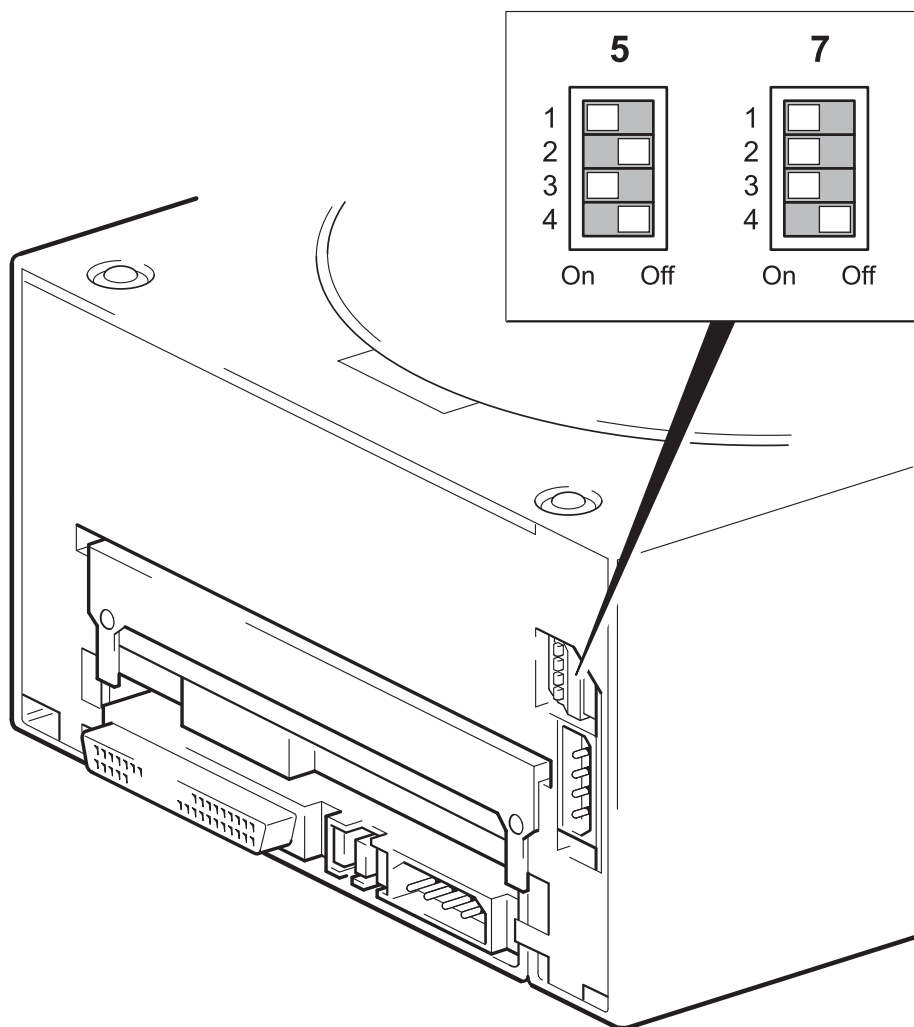

Figure 4 : vérification de la valeur de l'interrupteur d'option
- 1 Vérifiez que l'interrupteur d'option du chargeur automatique (interrupteur du haut sur la figure 4) est réglé sur la valeur adéquate, comme le montre le tableau ci-dessus. Changez uniquement la valeur de l'interrupteur à 5 pour les stations de travail Sun équipées de Solaris v. 2.6 ou antérieure.
- 2 Si l'interrupteur d'option n'est pas réglé comme il convient pour votre système, modifiez les réglages par défaut des interrupteurs situés à l'arrière du lecteur, comme le montre la figure 4.